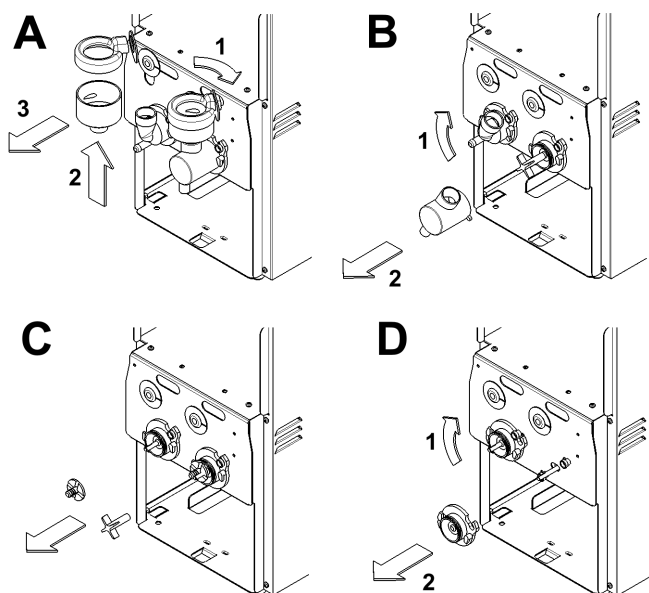

figura 6
- 5 Per smontare i miscelatori procedere come segue (vedere figura 6):
rispetto a quella descritta nel capitolo precedente (vedere figura 6).